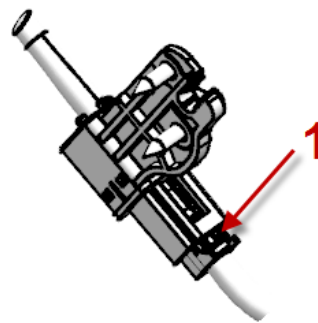

图8-1-8防盗警示灯接插件拆卸示意图
a. 拆卸防盗警示灯接插件：如图8-1-8，用力沿箭头1方向压住卡脚，再拔出线束插头。